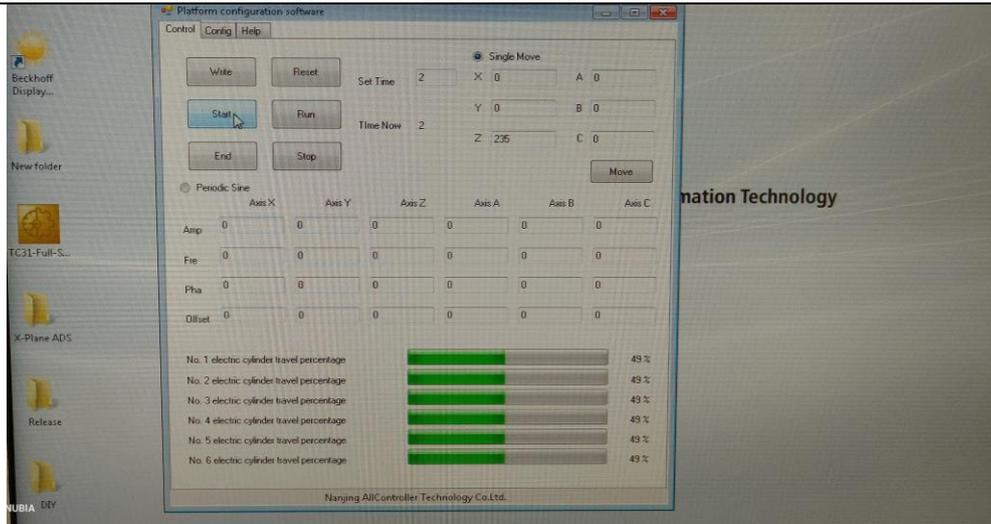

图 5
3) 待重启完成后, 关闭 X-Plane ADS 软件页面。回到桌面, 双击打开桌面左下角 Allcontroller-shortcut 快捷方式图标, 进入如图 5 所示的操作页面: (备注: 正常操作时只需停留在 control 页面, config 页面为平台数据标定页面, 数据已确定, 切不可随意更改。)